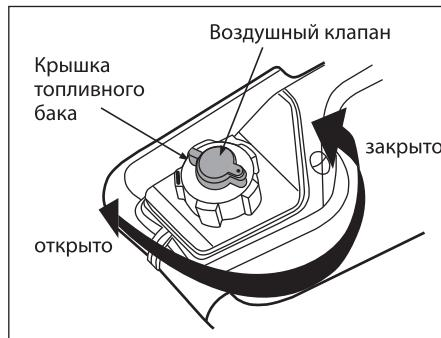

Рис. 9
- Переведите воздушный клапан в положение «Открыто» (рис. 9).